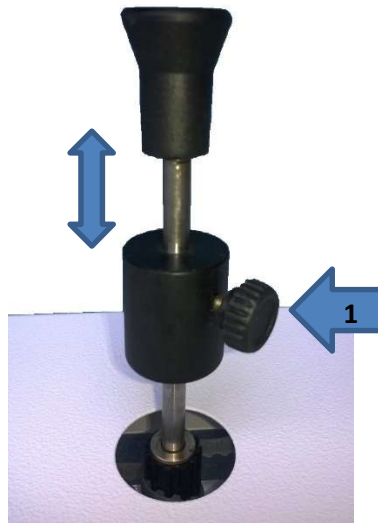

Figura 2
Para o ajuste na altura das hastes deve-se girar o pegador de ajuste (1) da figura 2 no sentido anti-horário, escolher a altura desejada e girar o pegador de ajuste no sentido horário para fixar a haste novamente.